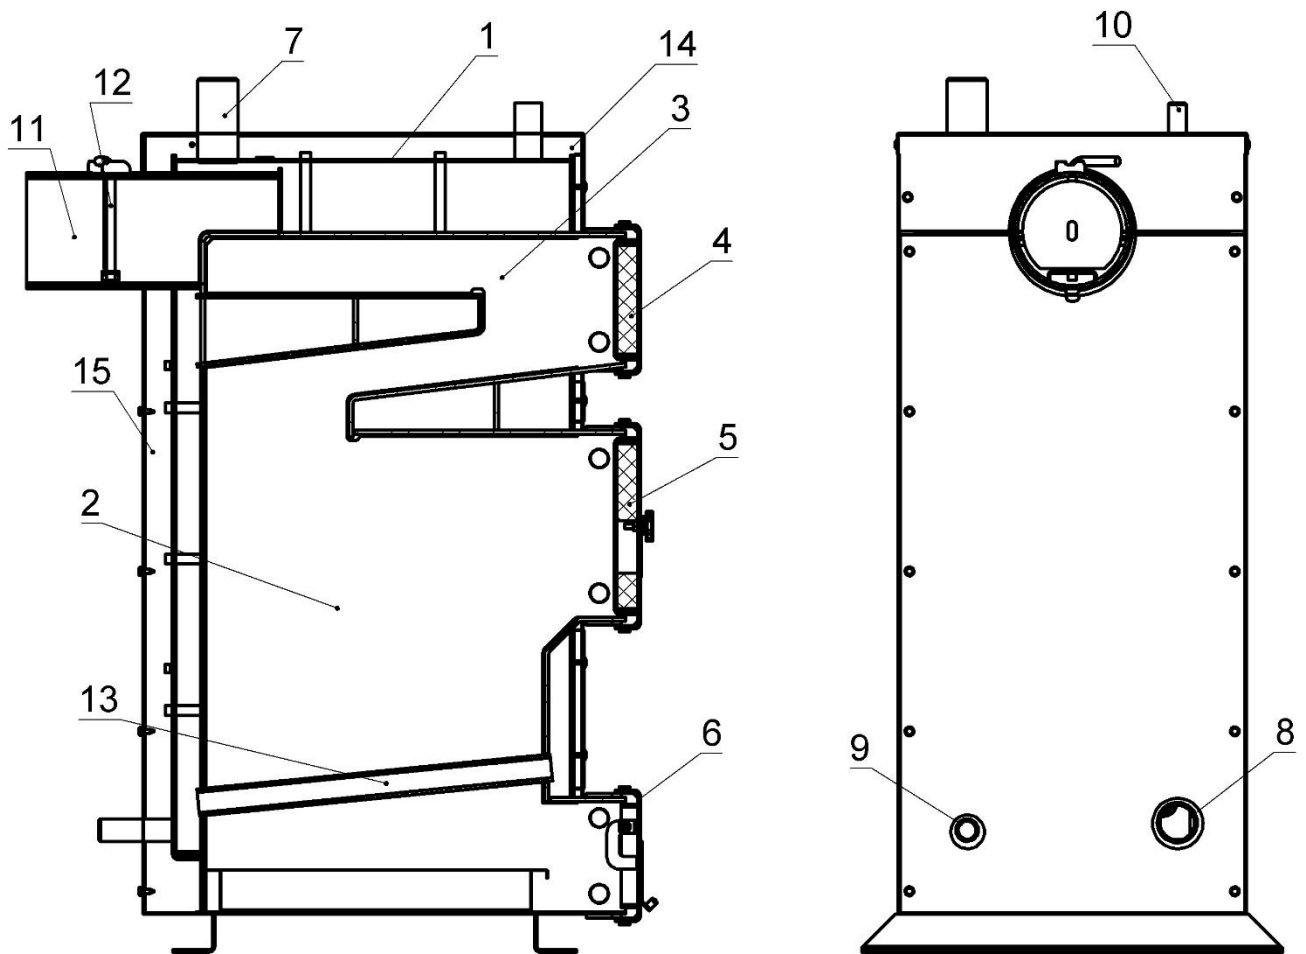

Рисунок 5.1 – Зовнішній вигляд та основні елементи котла типу КТК
Конструктивно котел являє собою збірно-зварену конструкцію, що складається з корпусу (поз. 1, рис. 5.1) з камерою згоряння (топкою) (поз. 2, рис. 5.1). Над топкою розташована конвекційна частина котла (поз. 3, рис. 5.1), що являє собою високоефективний двоходовий теплообмінник.
Корпус котла виконаний в формі паралелепіпеду з подвійними стінками, які розділені водними перегородками (поз. 15, рис. 5.1). На зовнішній поверхні корпусу під декоративною обшивкою закріплена теплова ізоляція. (поз. 16, рис. 5.1). Паливо для процесу спалення завантажується на колосникові ґрати (поз. 13, рис. 5.1) крізь завантажувальні дверцята (поз. 5, рис. 5.1). Колосникові ґрати виконані з товстостінних безшовних труб по яких постійно циркулює вода з водяної оболонки котла, що унеможлиблює їх прогорання. Згоряння палива в топці відбувається за участю повітря, яке постачається в топку наступним чином:
Підведення і відведення теплоносія здійснюється відповідно через патрубки зворотної мережної води (поз. 8, рис. 5.1) і прямої мережної води (поз. 7, рис. 5.1).
Топочні гази виходять у димохід крізь боров (поз. 11, рис. 5.1), розташований у задній частині котла. Боров обладнано вбудованим дросельним клапаном продуктів згоряння – шибером (поз. 12, рис. 5.1). У випадку надто високої тяги у димоході шибер дає можливість її знизити шляхом часткового перекривання вихідного отвору борова.
У верхній частині корпусу котла розташований штуцер для встановлення групи безпеки котла (поз. 10, рис. 5.1).
На бічній стінці корпусу у нижній її частині розміщено штуцер для зливу води з котла (поз. 9, рис. 5.1).
- дверцята для періодичного обслуговування (чищення) конвекційної частини котла (поз. 4, рис. 5.1);
- ревізійний дверцята (поз. 6, рис. 5.1) для періодичного чищення колосникових ґрат.
Регулятор тяги необхідно приєднати до патрубку з внутрішньою різьбою, який знаходиться у верхній частині корпусу (рис. 5.1). Різьбове з'єднання при цьому потрібно ущільнити. Регулятор повернути таким чином, щоб наконечник для закріплення шестигранного важеля (з комплекту регулятора) був направлений вправо.